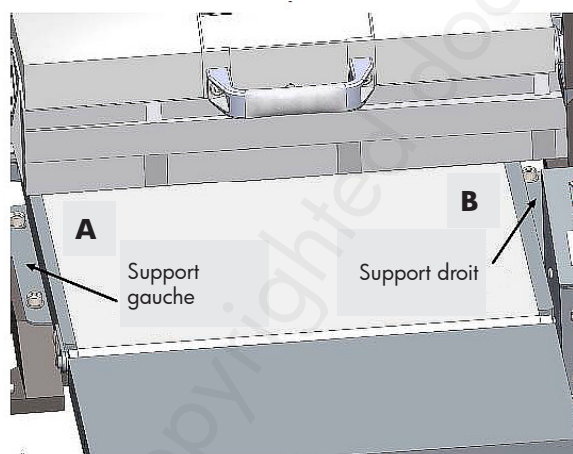

Fig. 31 : Parallélisme de la bande d'alimentation et du tambour de ponçage
7. Mesurez l'épaisseur des deux côtés (A et B, figure 31) de la pièce.